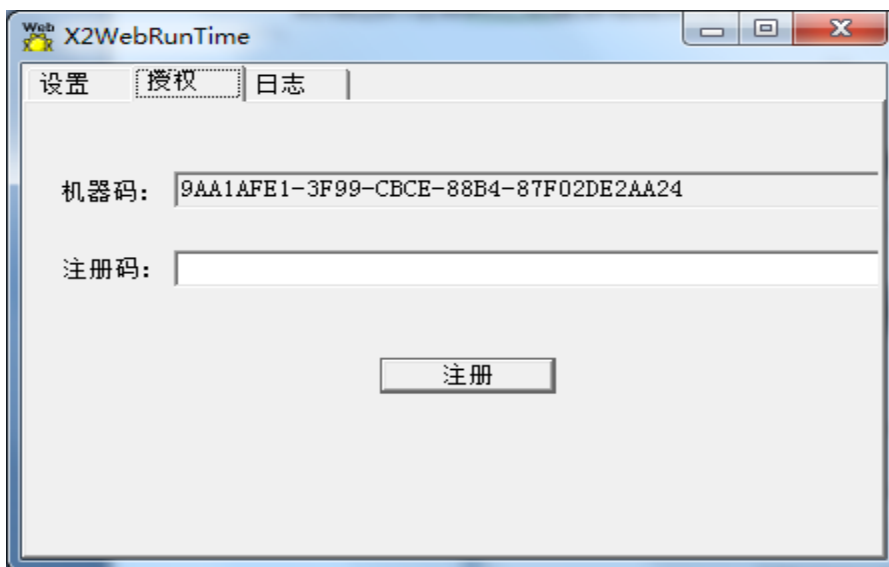

图 3-11-1 产生机器码
(1) USB 硬授权是本公司给用户一个即插即用的 U 盘，用户可以在电脑上插入 U 盘，即可使用本产品，硬授权不受电脑限制，即可以在多台电脑上使用本产品。
(2) 软授权是通过用户的机器码产生一个唯一对应的注册码，此注册码只能在一台电脑上使用，注册码和机器码是相对应的。用户在 PC 上打开 **X2SNMPRuntime** 程序，点击授权一栏，会看到一个随着计算机产生的机器码，如图 3-11-1 所示。